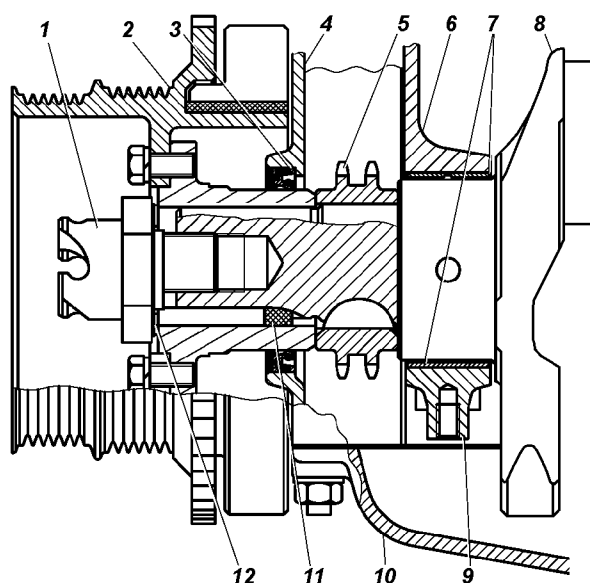

Рис. 4.126. Передний конец коленчатого вала:
- выньте коленчатый вал в сборе со звездочкой 5 (см. рис. 4.126);